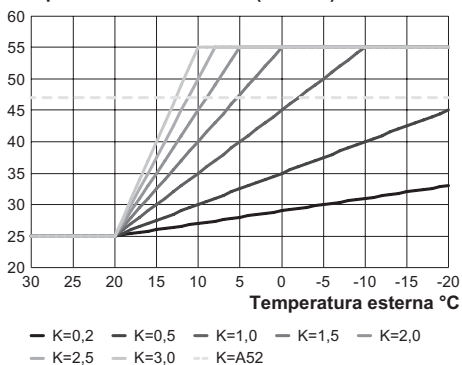
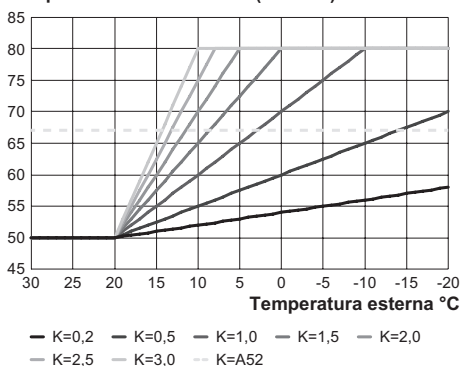

Figura 5.34
Figura 5.35
Con temperatura di regolazione riscaldamento **28-55°C** (Figura 5.34) o con temperatura di regolazione **50-80°C** (preimpostata di fabbrica) (Figura 5.35) (vedere "Selezione del set temperatura riscaldamento" a pag. 44).
- Utilizzando i tasti 16 o 17 è possibile modificare il valore del parametro P08 da un minimo di **1,0** ad un massimo di **3,0** in base alla curva scelta del coefficiente K in Figura 5.34 (il valore letto sul display corrisponde a valori decimali di coefficienti K).